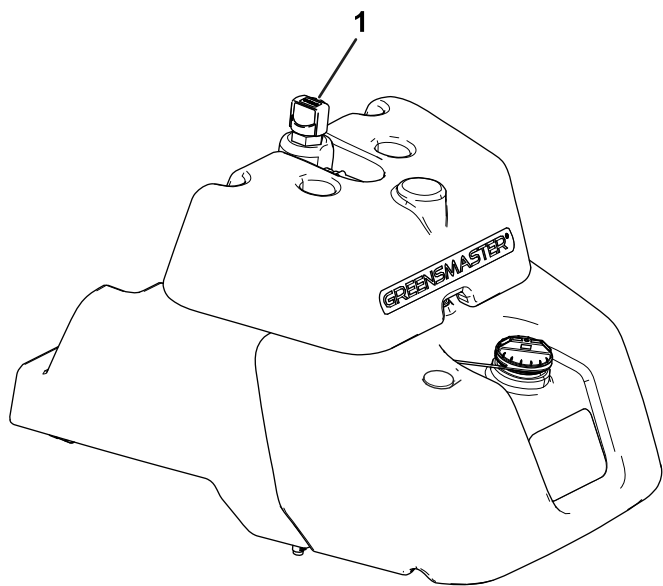

Рисунок 43
- Если на баке нет смотрового окна, найдите масломерный щуп в верхней части главного гидравлического бака (Рисунок 43) и перейдите к пункту 3.